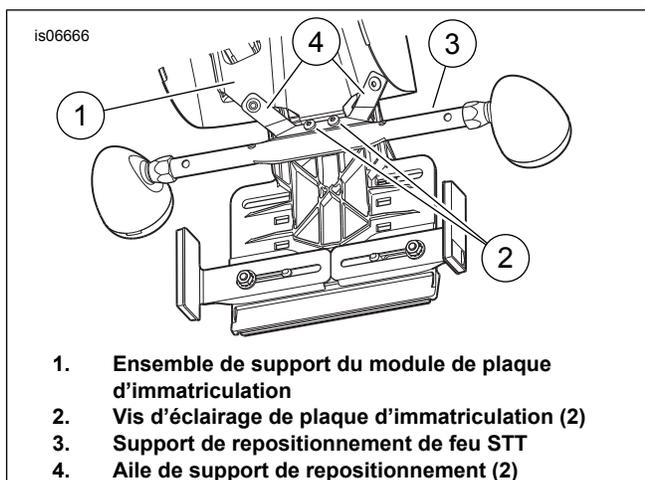

Figure 2. Installation du support de repositionnement de feu de stop/arrière/de direction FXS
1. Voir Figure 2. **Desserrer** les deux vis autotaraudeuses à tête bombée TORX (2) qui attachent l'éclairage de plaque d'immatriculation à l'ensemble de support du module de plaque d'immatriculation (1).